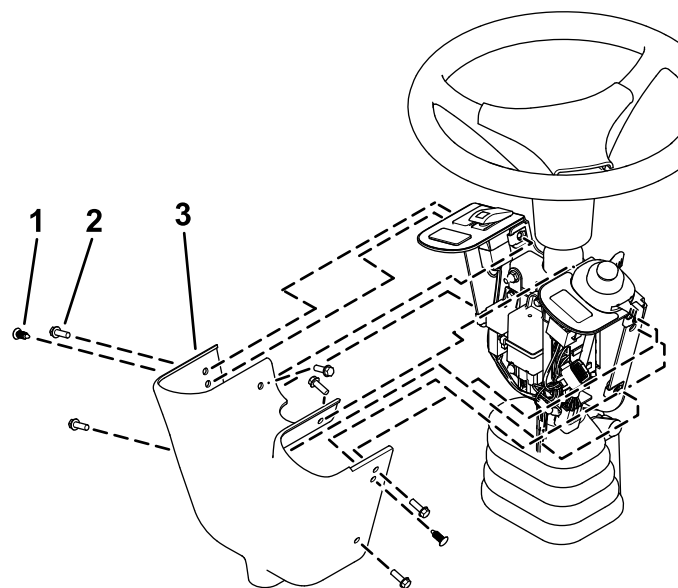

Figura 13
- 16. Fissate la protezione dei comandi sul supporto dell'interruttore con 2 rivetti a spinta e 6 viti a testa esagonale (1/4" x 3/4"), come mostrato nella Figura 13.